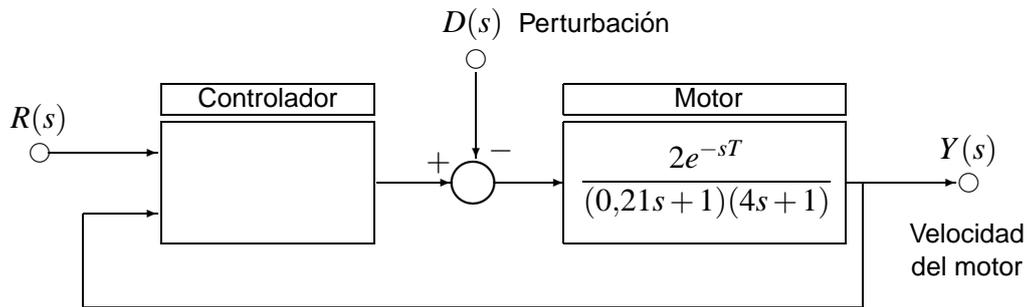

Figura 3: Control de velocidad de un motor de combustión interna
2. **Problema de diseño.** La Figura 3 representa esquemáticamente un sistema de regulación de velocidad de un motor de combustión interna. El modelo nominal linealizado del motor alrededor de un punto de operación es la función transferencia del diagrama, que incluye un retardo de $T = 0,5s$.